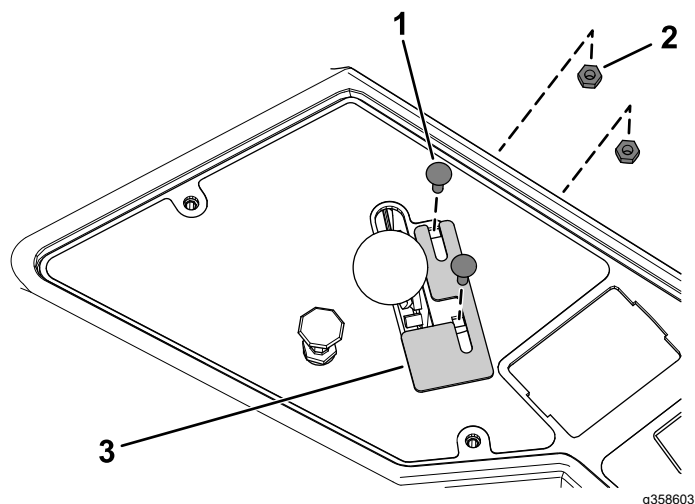

Figure 21
3. Fixez sans serrer la nouvelle plaque d'accélérateur et le nouveau levier d'accélérateur au panneau de commande à l'aide des 2 boulons de carrosserie (n° 10 x 5/8") et 2 contre-écrous (n° 10), comme montré à la Figure 21.